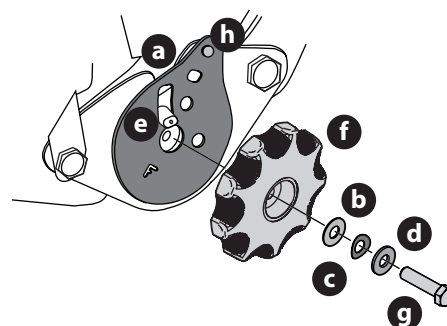

Fig. 13
7. Retirez l'assemblage du bouton d'inclinaison du sac et installez (Fig. 13).
**NOTE :** veillez à orienter la plaque d'inclinaison (a) et à installer la rondelle en plastique (b), la rondelle élastique (c) et la rondelle métallique (d) (Fig. 13). La rondelle en plastique se trouve à l'intérieur.
8. Faites glisser la plaque de support du siège (a) sur l'axe du siège (e) (Fig. 13).
10. Utilisez une clé pour serrer à la main la vis hexagonale (g) jusqu'à ce que le bouton du siège inclinable (f) soit difficile à tourner (Fig. 13).
11. Desserrez progressivement la vis hexagonale (g) jusqu'à ce que le bouton d'inclinaison se déplace librement. Ne desserrez pas la vis hexagonale (g) de plus d'un tour complet (Fig. 13 à la page 86).
12. Installez fermement l'écrou de 1/4 po sur le goujon à pression (h) et tournez le bouton d'inclinaison pour vérifier le fonctionnement du siège (Fig. 13 à la page 86).